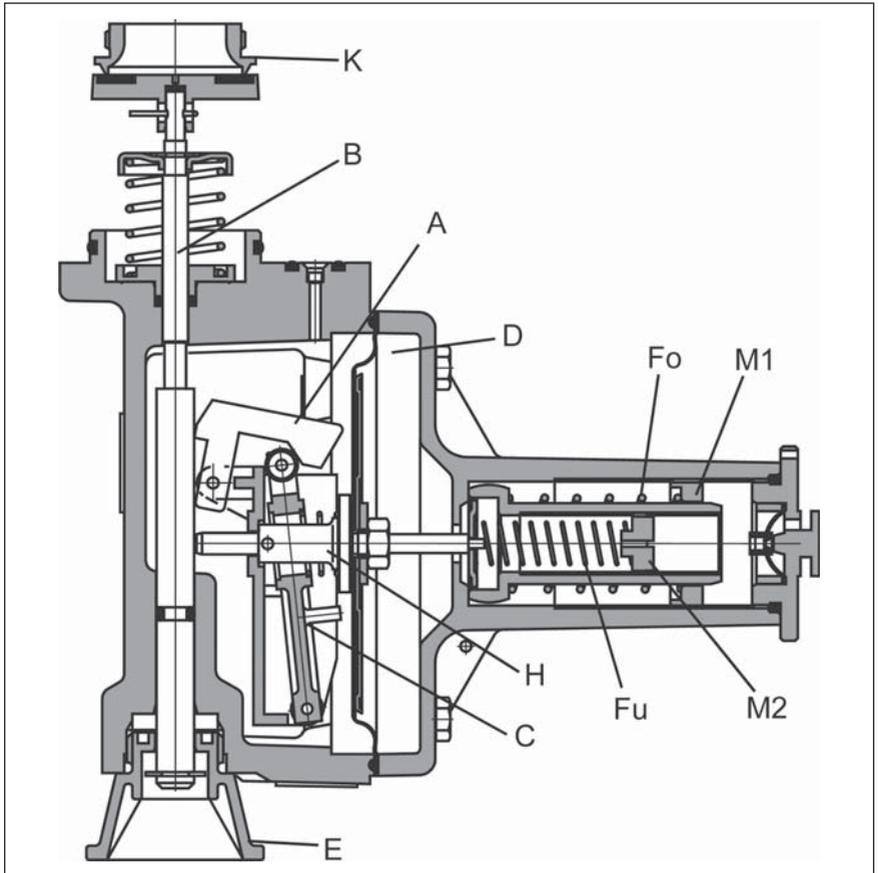

Bild 2-10, SAV - unterer Abschaltpunkt
Fällt der Ausgangsdruck  $p_D$  des Regelgerätes unter den Wert der von der kleinen Einstellfeder ( $F_u$ ) vorgegebenen Kraft, so drückt diese den Membranhalter (H) mit der Schaltwippe (C) nach links, siehe Bild 2-10. Der Schalthebel (A) klinkt aus und gibt die vorgespannte Sperrfeder an der Ventilschindel frei. Der Ventilteller verschließt den Eingang (K) des Gas-Druckregelgerätes.